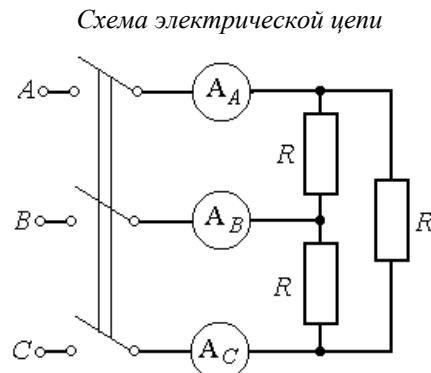

Рис. 10.1
В работе проводится исследование цепи, схема которой в симметричном режиме показана на рис. 10.1. В несимметричном режиме показание амперметра в линии, неподключенной к особой фазе ( $AB$ ,  $BC$  или  $CA$ ) постоянно и не зависит от нагрузки в этой фазе. Поэтому этот амперметр переключается в особую фазу и используется для измерения ее фазного тока. Питание цепи осуществляется от симметричного трехфазного источника, соединенного звездой, с фазным напряжением 7 В и частотой 50 Гц. Линейные токи и фазный ток особой фазы измеряются амперметрами с пределом измерения 200 мА. Фазные токи неособых фаз рассчитываются по закону Ома.
2. Собрать электрическую цепь по схеме рис. 10.1 и снять показания приборов в симметричном режиме.